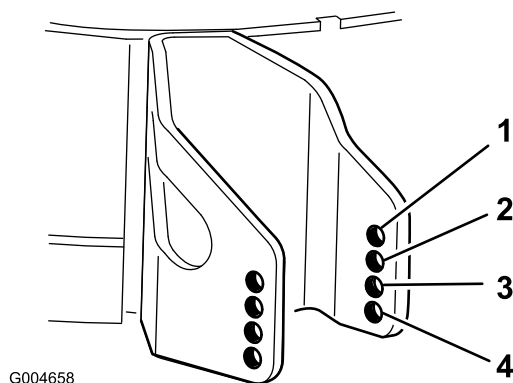

Bild 27
4. Wählen Sie ein Loch, bei dem die Antiskalpierrolle der gewünschten Schnitthöhe so nahe wie möglich ist (Bild 27).